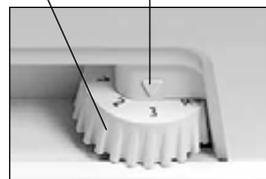

Figura 3 – Reglarea temperaturii
1.4 Elementul de reglare a temperaturii din frigider, în conformitate cu Figura 3 este butonul de reglare a temperaturii (numit în continuare – buton), care se află sub masca frigiderului. Butonul se rotește în sensul acelor de ceasornic sau în sensul contrar al acestora și are diviziuni numerice. Diviziunea "1" corespunde celei mai joase setări de temperatură (răcire minimă) în camera frigorifică, diviziunea "7" – celei mai înalte setări de temperatură (răcire maximă). Pentru a regla temperatura, fixați diviziunea butonului sub indicator.
Deschideți ușa frigiderului. La prima conectare este recomandat să fixați sub indicator diviziunea "3" sau "4" a butonului în conformitate cu Figura 3. Închideți ușa.